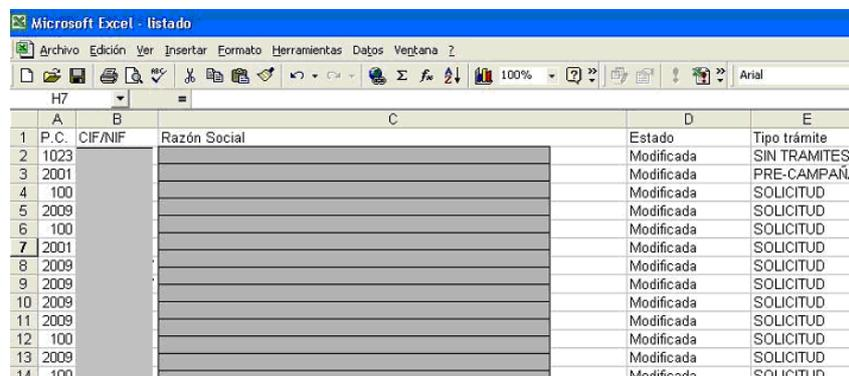

Fig. 82
**Nota:** Es necesario indicar la extensión .csv junto al nombre del archivo, para hacerlo compatible con Excel (Fig. 82).